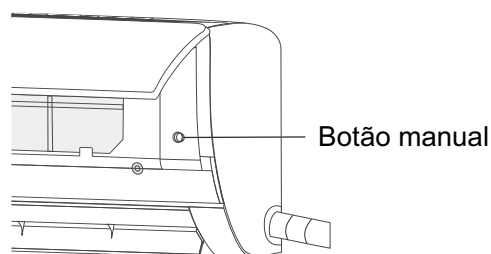

Fig. 2.1
1. Encontre o BOTÃO MANUAL à direita do painel lateral da unidade. Consulte a Fig. 2.1.